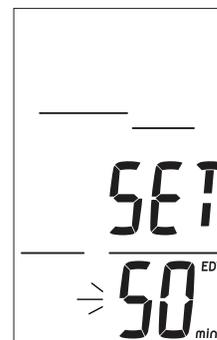

Fig. 22 - Réglage de l'alarme de temps de plongée écoulé
**Réglage de l'alarme de temps de plongée écoulé** : paramètres affichés (Fig. 22)